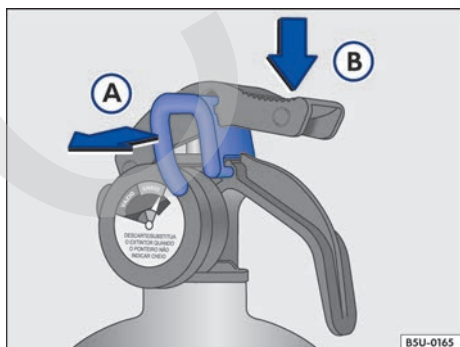

Fig. 153 Secuencia de uso del extintor de incendio.
- Tirar de la traba → fig. 153 (A) para romper el lacre.
- Apretar el gatillo → fig. 153 (B) esparciendo el polvo.